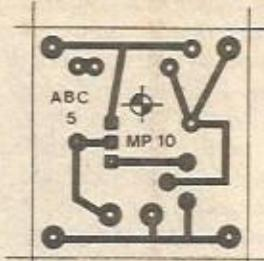
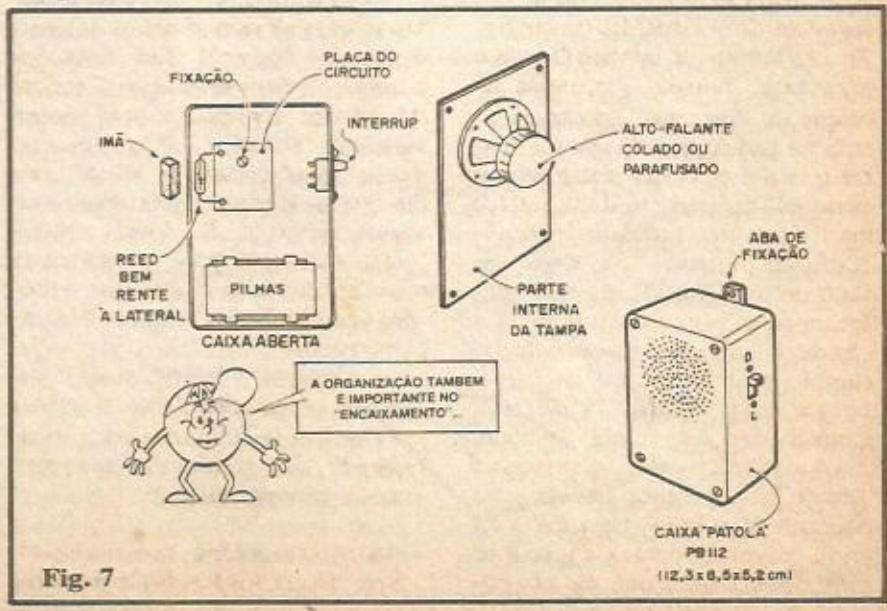
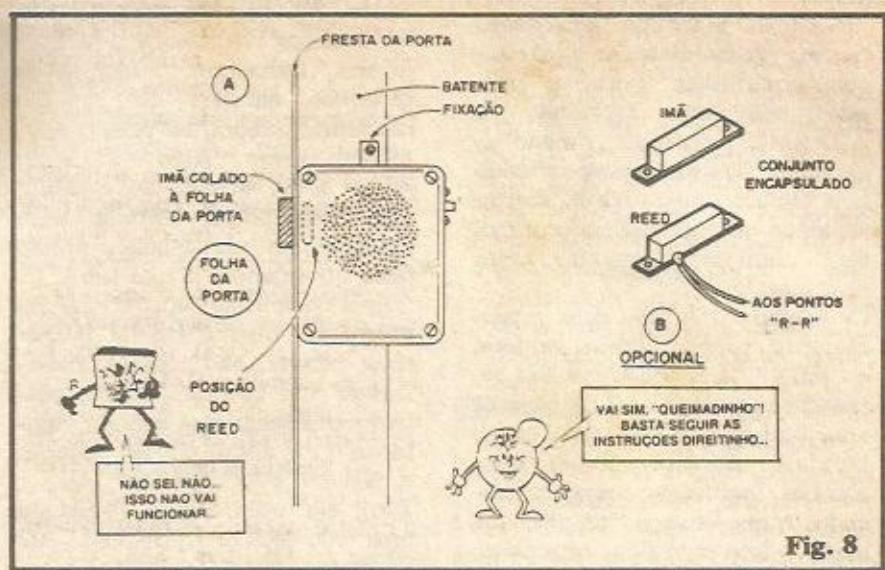

Fig. 3
Fig. 7
Fig. 8
- FIG. 3 - Agora, finalmente, os Leitores/Alunos começam a penetrar, na prática, na Moderna Eletrônica! É a primeira plaquinha de Circuito Impresso do nosso "Curso" (simples e elementar, como deve ser todo começo...). A figura mostra, em tamanho natural (ou, como se diz tecnicamente, em escala 1:1...) de modo que possa ser copiada ou "carbonada" diretamente, o lay out, ou seja, o padrão específico de ilhas e pistas cobreadas necessárias às interconexões dos componentes do cir-
- FIG. 7 - "Encaixando" o ALARME. Usando o container (PB112) listado em "DIVERSOS/OPCIONAIS", o acabamento ficará "profissional", além de tornar fácil a acomodação e instalação final. A figura mostra, inicialmente, a caixa aberta, vendendo, no seu interior, as posições ocupadas pelo suporte com as pilhas, interruptor e - principalmente - a placa do circuito. Esta deve ser fixada por um parafuso (está prevista a marca de furação para tal parafuso - ver figs. 3 e 4), de modo que o REED fique paralelo e encostado à parte interna da lateral da caixa. Essa disposição é FUNDAMENTAL para o correto funcionamento e perfeita sensibilidade do interruptor magnético, de modo que "por fora" da caixa, a aproximação do imã possa, em repouso, situá-lo à menor distância possível do REED (idealmente
FIG. 8 - Instalação e uso. É muito fácil instalar o ALARME PARA PORTAS E JANELAS, conforme mostra a figura. A caixa, em si, deve ser fixada (através de uma pequena aba ou braçadeira, encontrável em lojas de ferragens ou de materiais de construção) com parafuso, ao batente ou esquadria da porta ou janela a ser controlada, de modo que a lateral do dispositivo fique **rente**, à fresta normalmente determinada pelo distanciamento entre a folha da porta - fechada - e o dito batente (obviamente, sem que essa fixação atrapalhe o livre "abre-fecha" da folha da porta, ou janela). O imã permanente, por sua vez, deve ser colado à própria folha da porta (ou parte móvel da janela) de modo que, estando a porta (ou janela) fechada, o magneto confronte diretamente a posição internamente ocupada pelo REED, lá dentro da caixa do ALARME (ver fig. 7). Em termos de confiabilidade e segurança, convém que, nessa situação de "repouso" (porta ou janela fechadas) a distância real entre o imã e o REED seja a menor possível (tipicamente de 0,5 a 1,0 cm.). Uma vez instalado e fixado conforme ilustra a fig. 8-A, um teste definitivo pode ser feito: colocam-se as pilhas no suporte, fecha-se a caixa e liga-se o interruptor geral (na lateral da caixa, oposta à que contém o REED...). Com a porta (ou janela) fechada, o ALARME deve permanecer "mudo"... À menor tentativa de abertura (bastando que a folha ou parte móvel da porta ou janela se afaste por 1 ou 2 cm. da sua po-